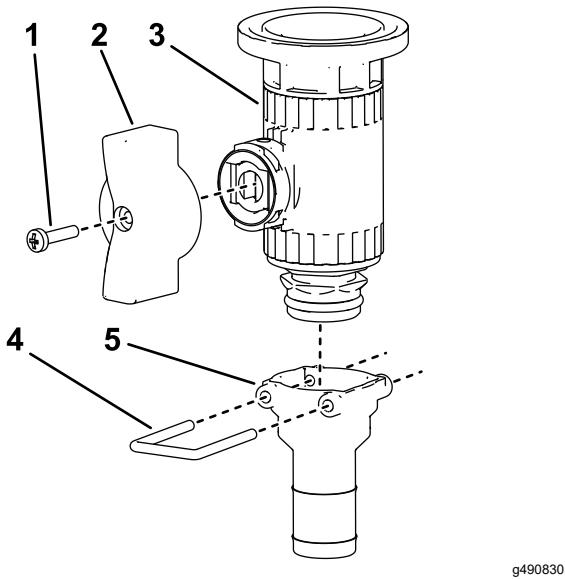

Figura 39
- Monte la manija y el acoplamiento recto en la válvula de control bridada (Figura 39).
- Monte el acoplamiento recto en la válvula de control bridada usando la horquilla de retención, como se muestra en la Figura 39.